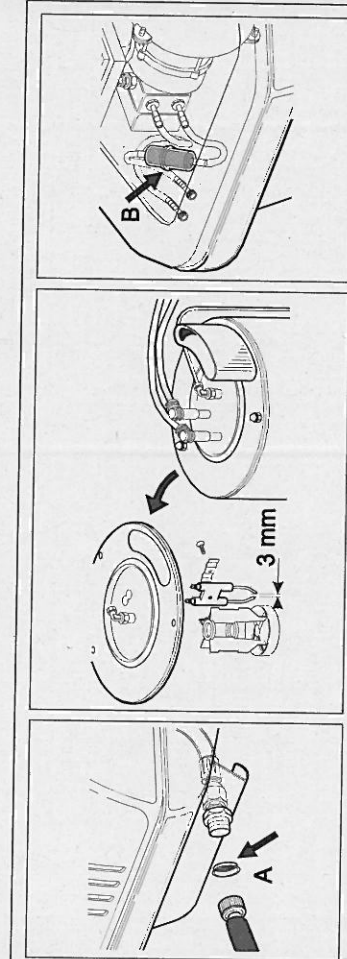

Fig.12
- **OGNI 2 SETTIMANE O 50 ORE DI LAVORO:** controllare e pulire con un getto d'aria il filtro nel raccordo d'ingresso acqua pos.A fig.12.
- **OGNI MESE O 100 ORE DI LAVORO:** pulire la testina di combustione svitando i tre dadi cechi, e controllare gli elettrodi. Fig.12.
- **OGNI MESE O 300 ORE DI LAVORO:** sostituire il filtro del combustibile. Pos.B fig.12. Pulire il filtro della pompa combustibile (Operazione fatta da personale specializzato).